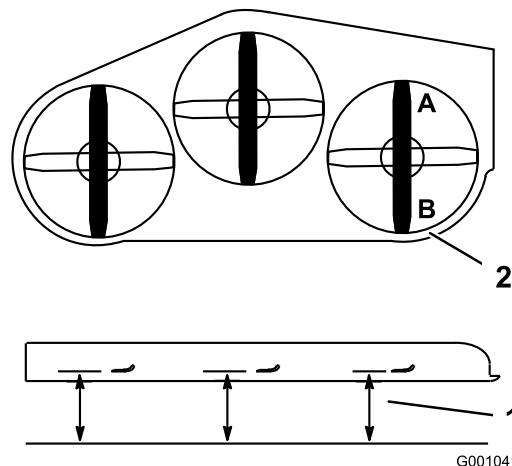

Figura 82
- Posicione a lâmina direita da parte dianteira para a traseira (Figura 82).
- Meça a lâmina direita no local **A**, de uma superfície nivelada à extremidade de corte da ponta da lâmina (Figura 82).
- Meça a lâmina direita no local **B**, de uma superfície nivelada à extremidade de corte da ponta da lâmina (Figura 82).
- A lâmina do cortador deve estar 6 a 10 mm mais baixa na posição **A** do que na posição **B** (Figura 82). Caso isto não esteja correto, proceda da seguinte forma.